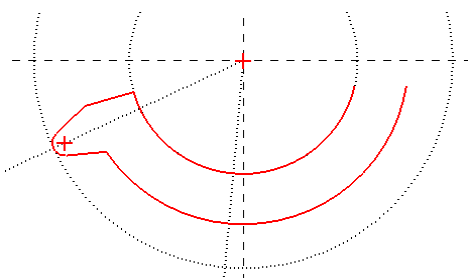

图 2-107 修剪图形
- 单击 删除段 按钮，划线修剪图形，如图 2-107 所示。